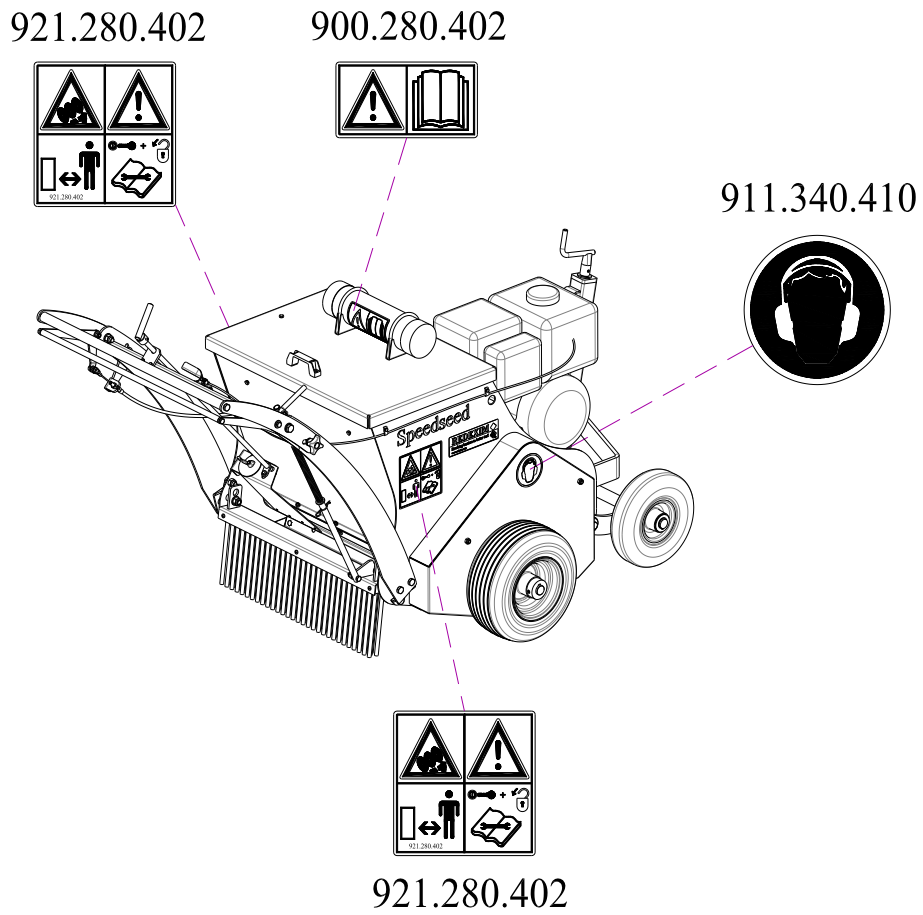

Fig. 6
Su entrambi i lati della Speedseed Walk Behind, sul pannello laterale e sul cofano (Fig. 6) sono stati appostati adesivi di sicurezza (fig. 3, 4, 5) con significati conformi. Gli adesivi devono essere sempre ben visibili e leggibili e, se danneggiati, devono essere sostituiti.
(7) Posizione degli adesivi di sicurezza. (Fig. 6)